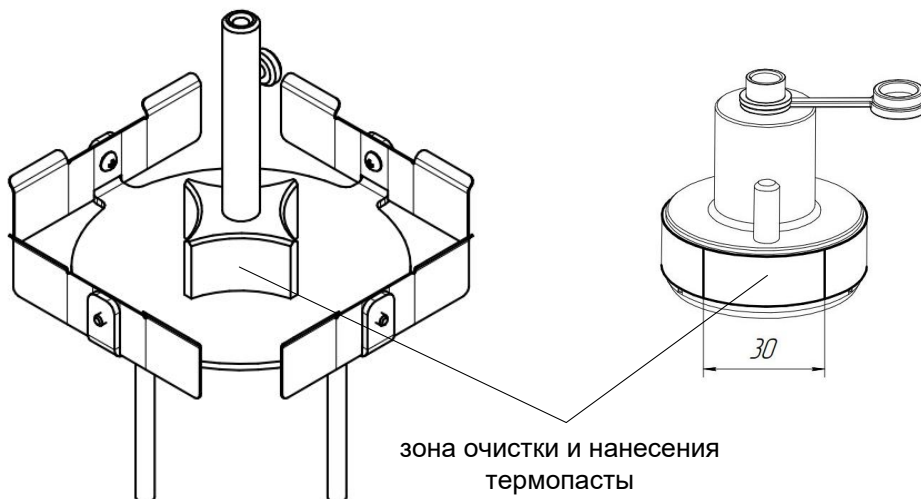

Рисунок 28 – Подготовка к проверке погрешности измерения температуры - Шаг 1
5.8.2 Очистить поверхности температурного контакта калибровочного приспособления, колец и нанести на них термопасту (КПТ-19) (см. рисунок 28).